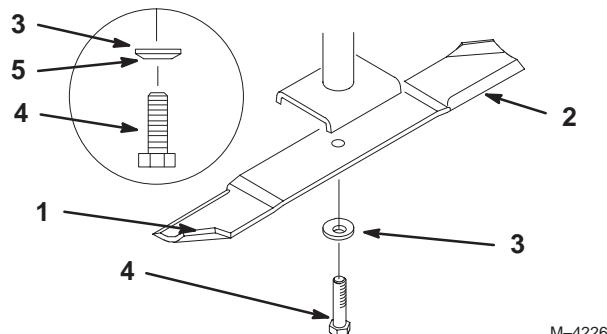

Figure 36
Tenez la lame à son extrémité avec un chiffon ou un gant épais. Retirez le boulon, la rondelle élastique et la lame de l'axe de la lame (Fig. 36).
2. Vérifiez l'équilibre de la lame en la plaçant sur un équilibrEUR (Fig. 38). Si la lame reste horizontale, elle est équilibrée et peut être utilisée. Si la lame est déséquilibrée, limez un peu l'extrémité de la partie incurvée seulement (Fig. 36). Répétez la procédure jusqu'à ce que la lame soit équilibrée.
1. Placez la lame sur l'axe (Fig. 36).
2. Installez la rondelle élastique et le boulon de la lame. Le cône de la rondelle élastique doit être dirigé vers la tête du boulon (Fig. 36). Serrez le boulon de la lame à 115–150 Nm (85–110 pieds-livre).